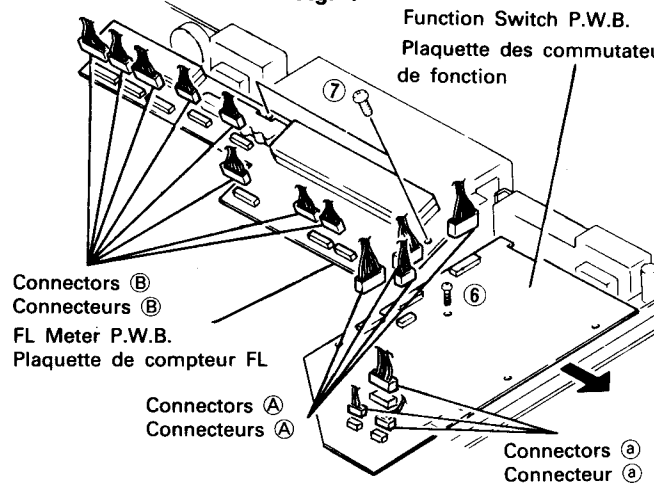

Fig. 5
6. FL Meter P.W.B. (Fig. 5)
- (1) Tirer la bride vers le haut et, tout en tirant le bas de la bride vers vous, appuyer sur la pince ① dans la direction de la flèche ① et dégager la pince ① dans la direction ②. (Veiller à ne pas appuyer trop fort sur la pince ① pour ne pas la casser.)
- (2) Une fois que la bride a été passée au travers de la section pince ③, la bride est poussée vers le bas et se dégage. (Si la bride revient lorsque l'on appuie dessus légèrement dans la direction ④, cela signifie qu'elle n'est pas passée au travers de la section pince ③. Si tel est le cas, recommencer les procédures (1) et (2).
- (3) Pour insérer la bride, recommencer les procédures (1) et (2) à l'envers. Lorsque l'on appuie légèrement sur la pince ① dans la direction de la flèche ①, la bride peut être insérée.
5. Plaquette des commutateurs de fonction (Fig. 5)
6. Plaquette du compteur FL (Fig. 5)